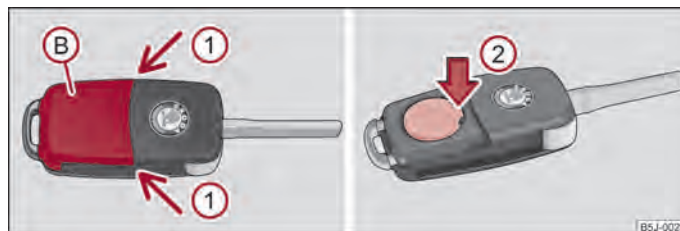

Abb. 10 Funkschlüssel - Deckel abnehmen / Batterie herausnehmen
Jeder Funkschlüssel enthält eine Batterie, die unter dem Deckel (B) untergebracht ist ⇒ Abb. 10. Wenn die Batterie entladen ist, blinkt nach dem Drücken einer Taste auf dem Funkschlüssel die rote Kontrollleuchte (A) nicht ⇒ Abb. 9. Wir empfehlen Ihnen, die Schlüsselbatterie von einem autorisierten ŠKODA Servicepartner wechseln zu lassen. Falls Sie jedoch die entladene Batterie selbst wechseln wollen, gehen Sie wie folgt vor:
- Drücken Sie die Batterieabdeckung mit dem Daumen oder mit einem flachen Schraubendreher an den Stellen der Pfeile (1) ab.
- Durch Drücken der Batterie nach unten, an der Stelle des Pfeils (2) nehmen Sie die entladene Batterie aus dem Schlüssel heraus ⇒ Abb. 10.